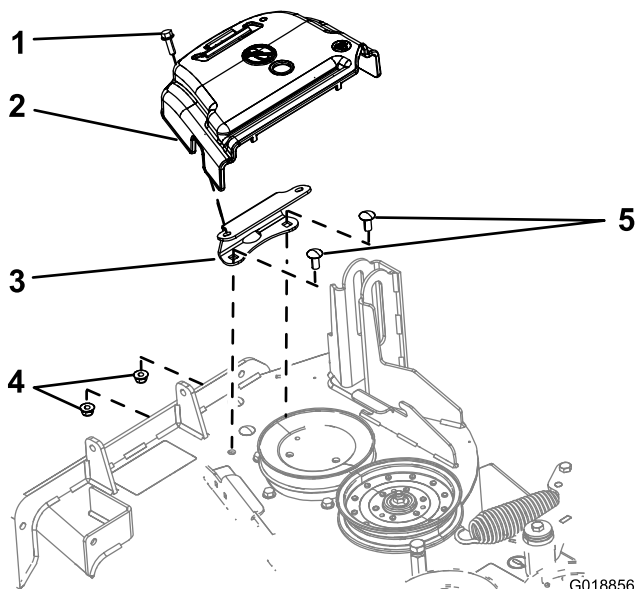

Figure 3
2. Tournez le boulon de fixation du couvercle de courroie dans le sens antihoraire pour le desserrer (Figure 3).
3. Retirez le couvercle de courroie et le boulon du support de fixation (Figure 3).
1. Retirez les 2 boulons et les 2 écrous à embase qui fixent le support de fixation du couvercle sur le plateau (Figure 3).
1. Retirez les 2 boulons de carrosserie (1/4 x 3/4 po) et les 2 contre-écrous (1/4 po) qui fixent le support du couvercle à la bride avant du plateau de coupe (Figure 3).
2. Déposez le support du couvercle de courroie du plateau de coupe (Figure 3).